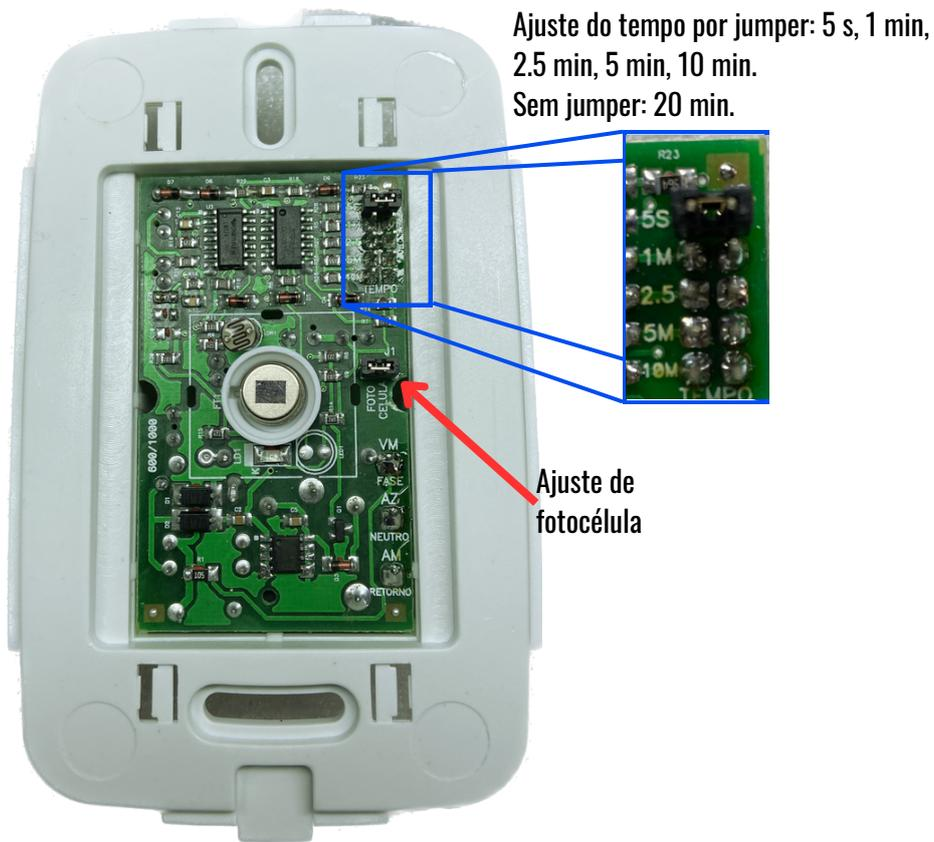

Figura 3
5. Mantenha o jumper do tempo no mínimo (figura 3) e a fotocélula desligada (figura 4);
8. Ajuste o tempo conforme a figura 3;